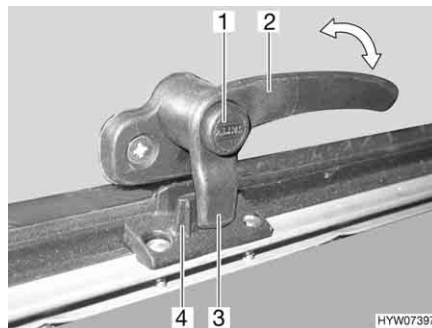
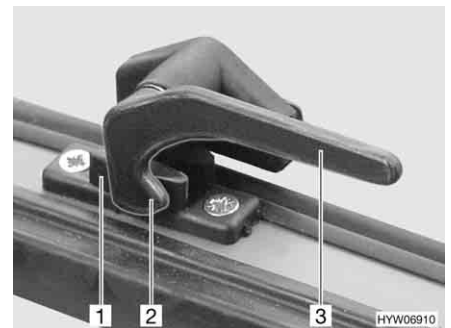

Bild 94 Låsarm med låsknapp i läget "stängd"
Bild 95 Låsarm i läget "stängd"
- Tryck på låsknappen (Bild 94,1) om sådan finns och håll den nedtryckt.
- Vrid alla låsarmar (Bild 94,2 eller Bild 95,3) ett kvarts varv mot luckans mitt.
- Vrid alla låsarmar (Bild 94,2 eller Bild 95,3) ett kvarts varv mot ramen. Låsspaken (Bild 94,3 eller Bild 95,2) sitter på insidan av lucklåset (Bild 94,4 eller Bild 95,1).
- I läget "helt stängt" (Bild 94 och Bild 95)